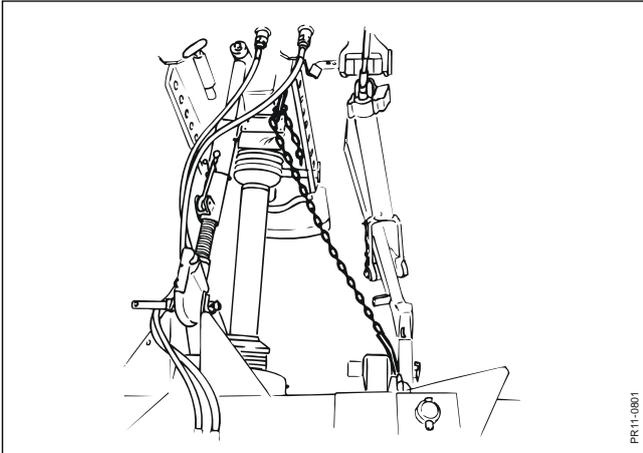

Fig. 2-13
- Fig. 2-13:** Die Unterlenker des Schleppers an die Anbaustellen der Maschine anbauen. Gleichzeitig die Haltekette an den rechten Unterlenker und dessen Kettenverriegelung an den Oberlenker des Schleppers montieren.